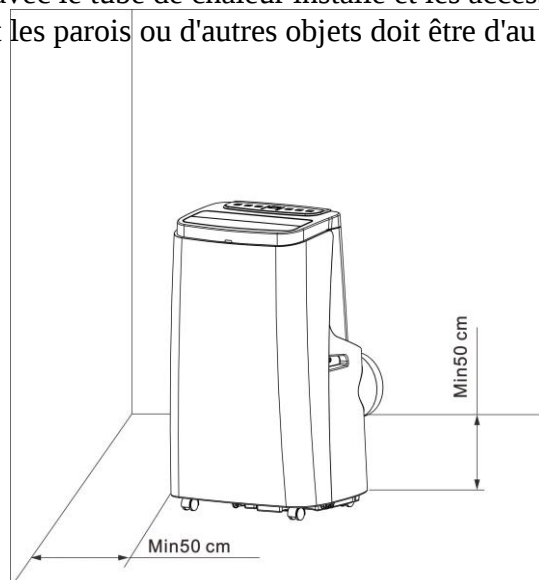

Figure 4
1. Déplacez la machine avec le tube de chaleur installé et les accessoires avant de la fenêtre, et la distance entre le corps et les parois ou d'autres objets doit être d'au moins 50 cm (comme le montre la figure 4).